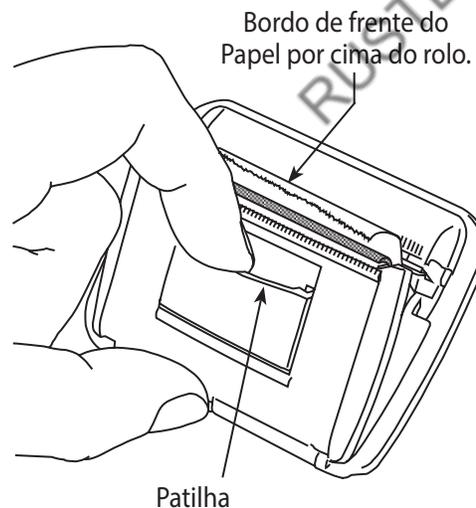

Figura 15
1. Retire a cobertura na impressora puxando a patilha, conforme mostrado na Figura 15.
8. Coloque a impressora na área do corte no painel de controlo. Pressione a face da impressora ao mesmo nível do painel, orientada com o papel a sair pela parte superior da impressora como ilustrado na Figura 15.